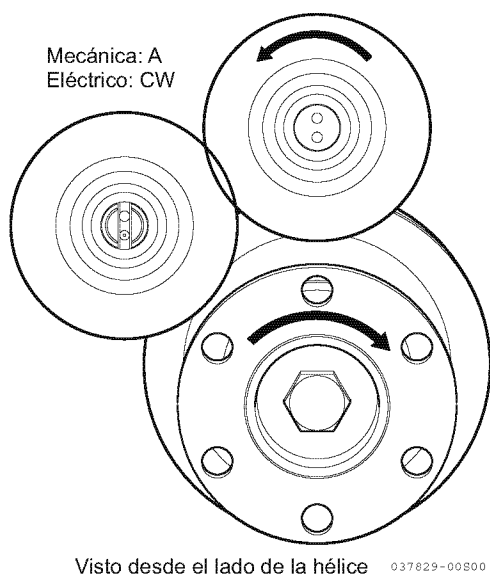

Figura 7
3. En estas condiciones, la hélice gira en la dirección de **Figura 7** al arrancar el motor.